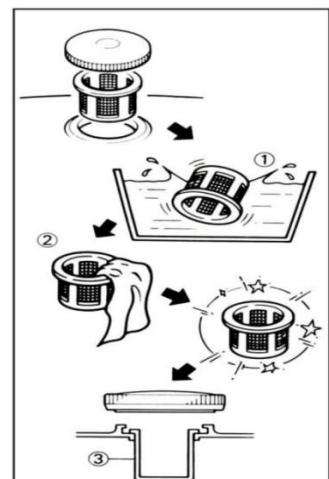

Рис.15 – Очистка фильтра
6.1.4 Очистка фильтра (рис.15)
- Открутите крышку бензобака и снимите сетчатый пластмассовый фильтр (1) бензобака, расположенный под крышкой бензобака.
- Промойте фильтр (1) и установите на место (3).